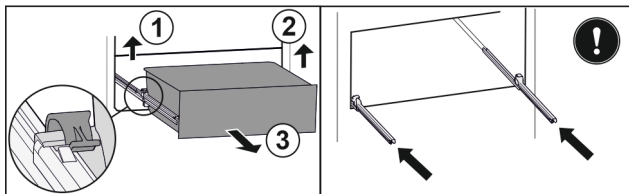

Fig. 39*
- ▶ Linke Klemme anheben und gleichzeitig das Schubfach links nach vorne ziehen Fig. 39 (1).*
- ▶ Rechte Klemme anheben und gleichzeitig das Schubfach rechts nach vorne ziehen Fig. 39 (2).*
- ▶ Schubfach nach vorne entnehmen Fig. 39 (3).*